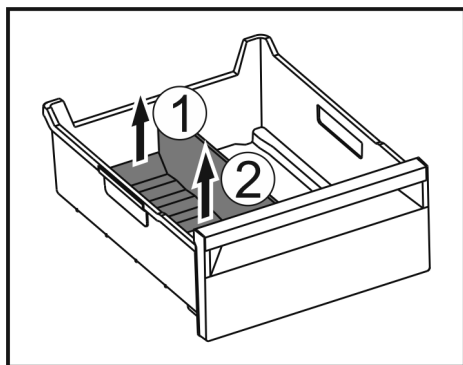

Fig. 99
- Zdvihnite zadnú časť oddelovača zásuvky na ľad. Fig. 99 (1)
- Odoberte oddelovač zásuvky na ľad nahor. Fig. 99 (2)